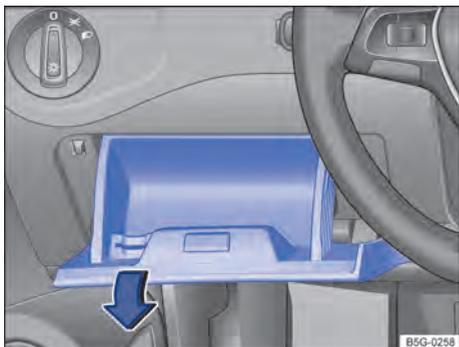

Fig. 212 À esquerda do volante: cobertura da caixa de fusíveis no painel de instrumentos.
- Abrir o porta-objetos do lado do condutor e puxar com força no lado esquerdo no sentido da seta ⇒ Fig. 212. Para isto, poderá ser necessário um esforço maior.